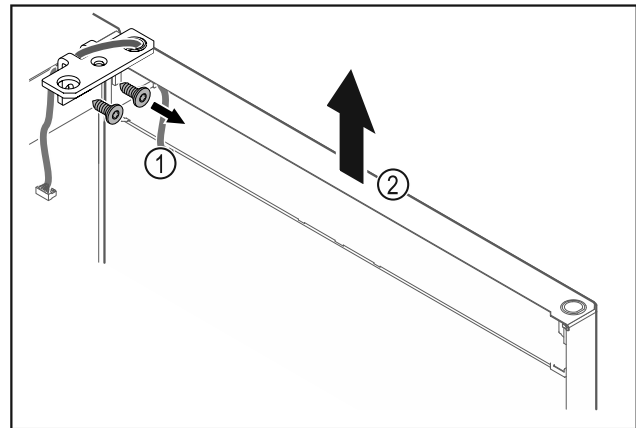

Fig. 25
- Svitare la cerniera angolare Fig. 25 (1).
- Sollevare la porta con la cerniera angolare Fig. 25 (2) di ca. 200 mm verso l'alto in senso orizzontale e rimuoverla.